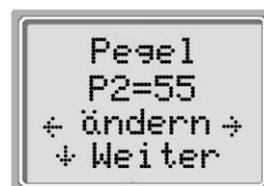
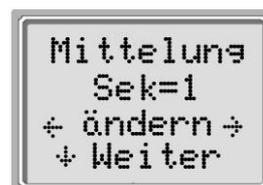

Bild 61
Bild 62
- Mit der LINKS ◀ Taste ⑨ und der RECHTS ▶ Taste ⑫ wählen Sie aus.
- Mit der UNTEN ▼ Taste ⑩ (Weiter) wechseln Sie zum nächsten Programmpunkt, der Einstellung für den Testton P2 (Bild 61). Die Werkeinstellung ist: P1 = 65 dB_{SPL}, P2 = 55 dB_{SPL}.
- Mit der LINKS ◀ Taste ⑨ und der <-Taste - wählen Sie aus. - Mit der UNTEN ▼ Taste ⑩ (Weiter) wechseln Sie zum nächsten Programmpunkt.
Wenn der Hochtonbereich (6-HF) gewählt ist, kann P1 und P2 nicht verändert werden. Bild 61 und Bild 62 werden nicht angezeigt.